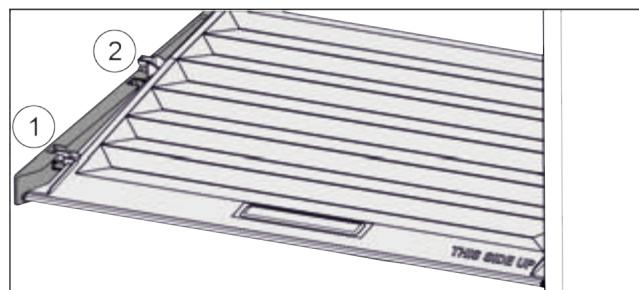

Fig. 101
- Кришку до отвору в деталях для підтримки потягнути вперед Fig. 101 (1).
- Підняти ззаду знизу та вийняти Fig. 101 (2) вгору.